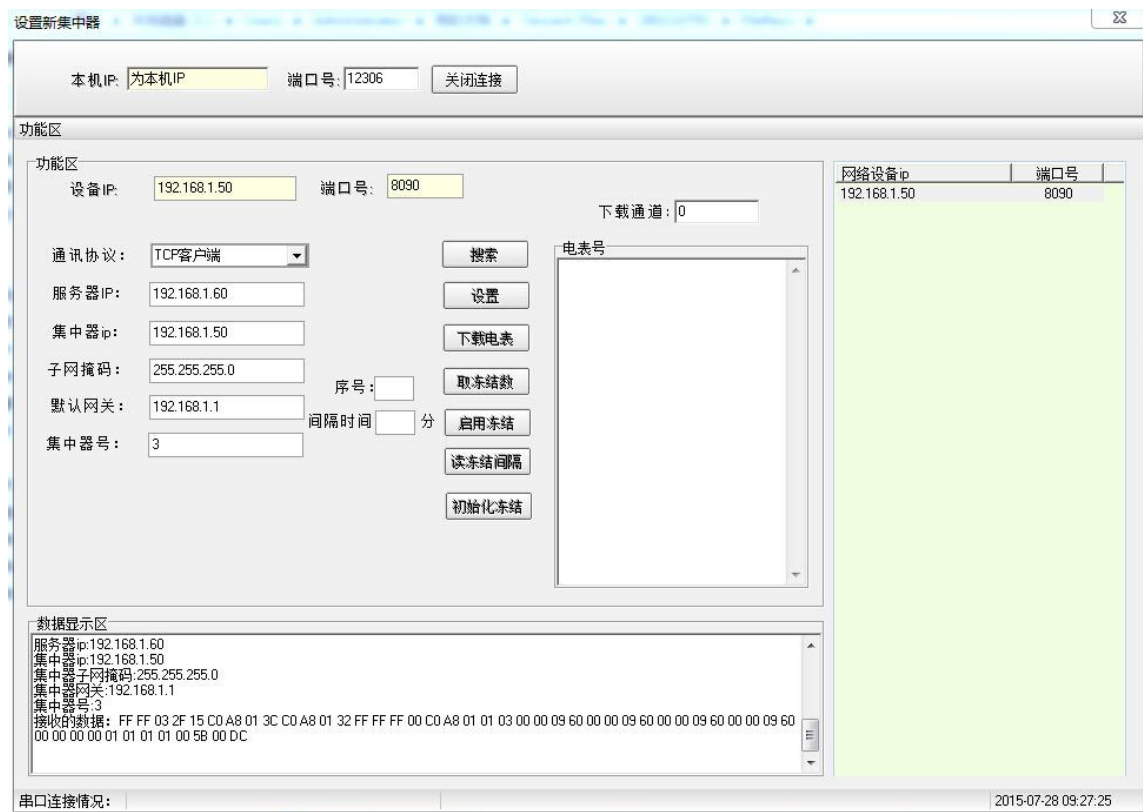

图 9
8.1 在计算机上运行“DTS.EXE”，在屏幕上显示如图9所示。